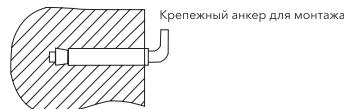

Рис. 2
2. После выбора места монтажа определите места под два крепежных болта с крюками, проделайте в стене два отверстия необходимой глубины с помощью сверла размером, соответствующим размеру крепежных болтов, вставьте винты, поверните крюк вверх, плотно затяните гайки, а затем установите на него электрический водонагреватель (см. рис. 2).